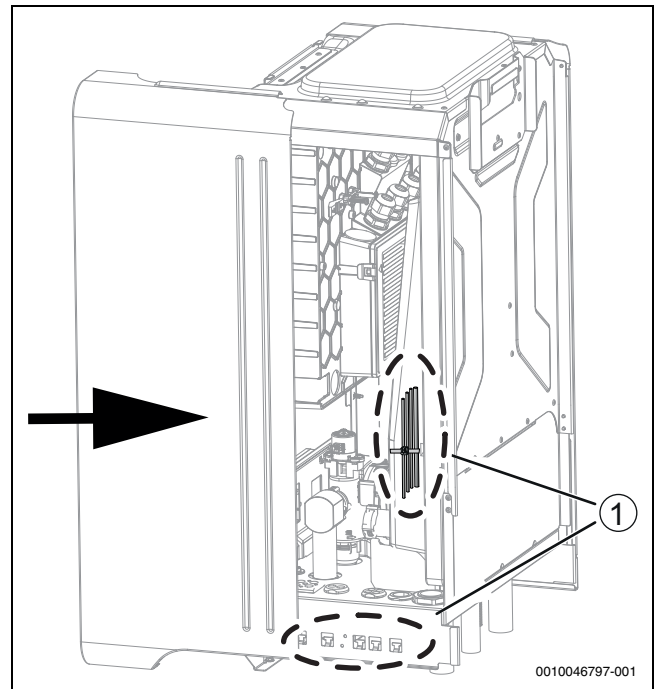

Bild 33 Schieben Sie die Seitenabdeckung an ihren Platz
- ▶ Achten Sie darauf, dass keine Kabel zwischen der Seitenabdeckung und dem Aufbau eingeklemmt werden (→Abbildung 33 [1]).